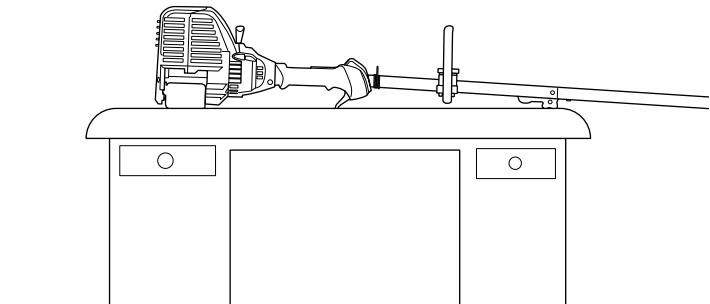

Fig. 17
- Ubique la unidad sobre una superficie plana y nivelada,** como un banco de trabajo o una mesa. El protector del cabezal de corte debe quedar colgando del borde de manera que el motor quede nivelado (Fig. 17).